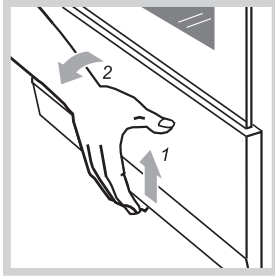

Рис.12
- Плиты выпускаются двух исполнений: с выдвигаемым ящиком и с откидной дверцей. Чтобы открыть дверцу, ее нужно приподнять вверх и наклонить на себя (рис. 12).